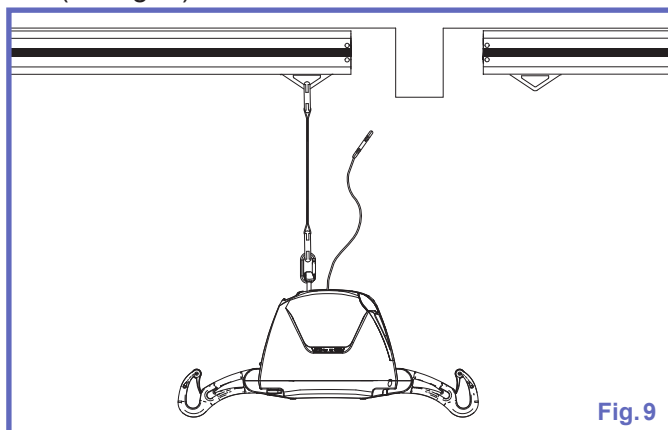

Fig. 9
- 4) Ikke stopp før løfteren er transportert helt under løpevognen på den andre skinnen. Kontroller at forlengelsesremmen er ordentlig strammet før du hekter løfteren av den første løpevognen (se Fig. 9).